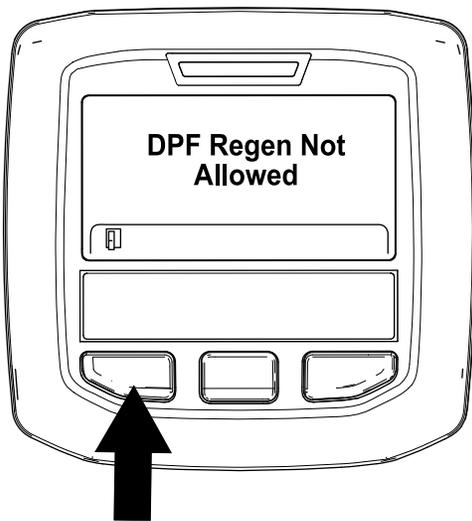

Figura 41
- Se o processo de regeneração não for permitido pelo computador do motor, surge a mensagem “DPF Regen Not Allowed” (Regen. do DPF não autorizada) no InfoCenter (Figura 41). Prima o botão esquerdo para sair para o ecrã inicial.